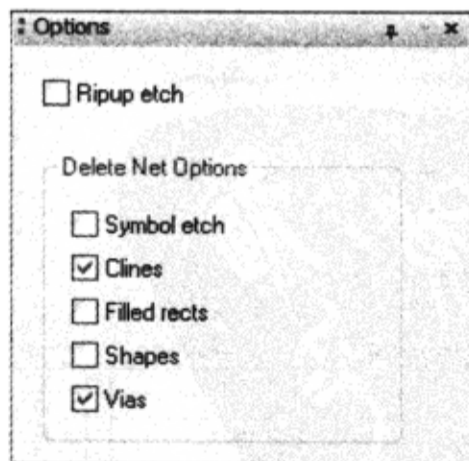

图 4-3-13 “Options”页面设置
- (2) 控制面板的“Options”页面设置如图 4-3-13 所示。